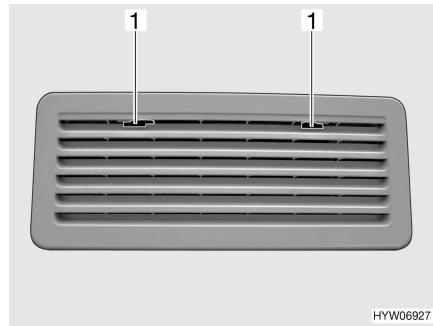
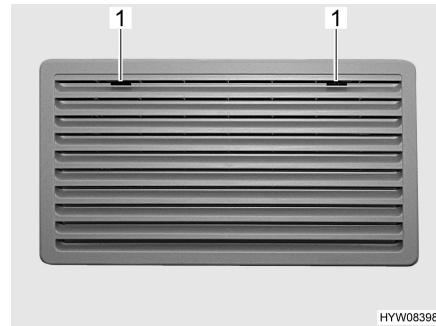

Fig. 91 Griglia di aerazione del frigorifero (Thetford)
Fig. 92 Griglia di aerazione del frigorifero, grande (Thetford)
- Spingere verso il centro l'arresto (Fig. 91,1 o Fig. 92,1).